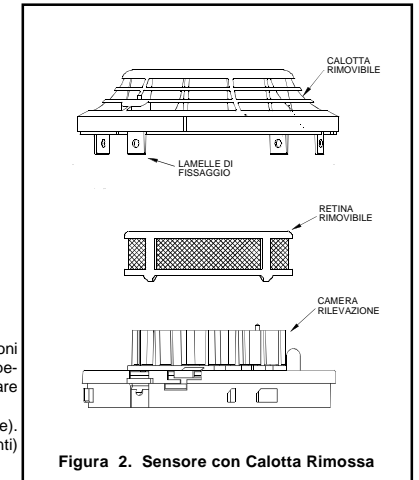

Figura 2. Sensore con Calotta Rimossa
- Extraiga la tapa del sensor. Utilice un destornillador plano y pequeño para desplazar las cuatro lengüetas que sujetan la tapa. (ver Figura 2)